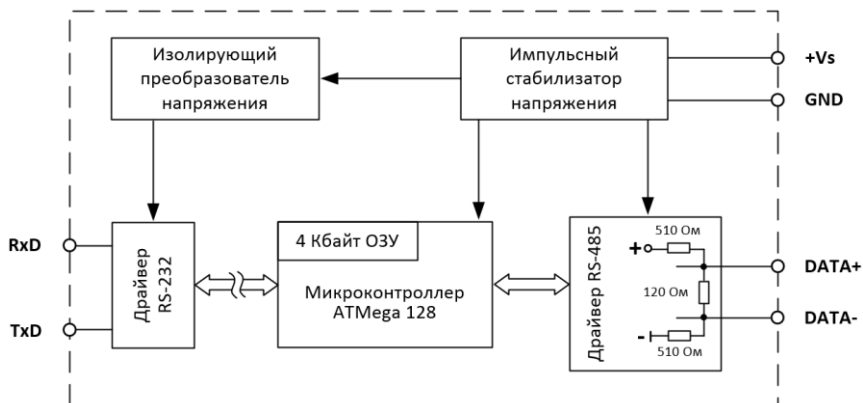
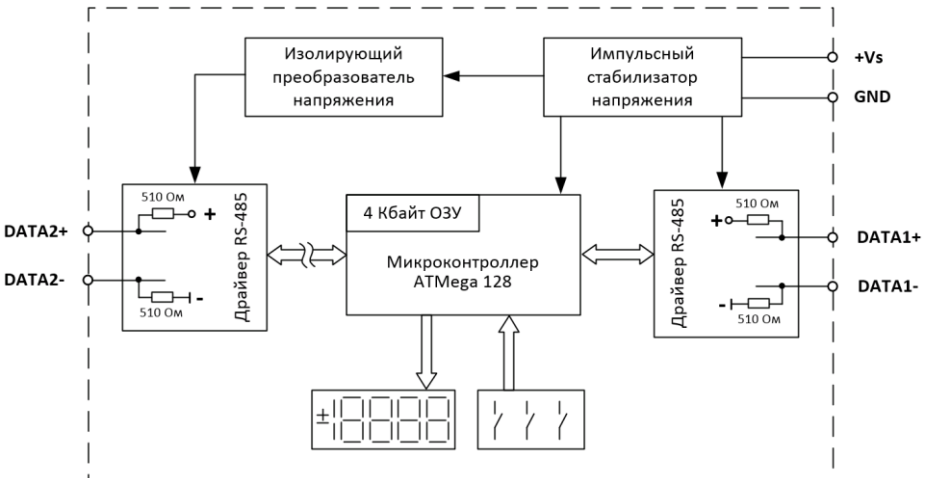

Рис. 3.1. Структурная схема модуля NLcon-1AT
Рис. 3.4. Структурная схема модуля NLcon-1AT2-D-3
Основной частью устройства (рис. 3.1 – рис. 3.4) является микроконтроллер, который выполняет загрузку и исполнение кода управляющей программы, написанной на языке высокого уровня в компьютере, а также общение с модулями ввода-вывода через порт RS-485.
13.02.2024	Обновлены структурные схемы модулей (см. рис. 3.1 - рис. 3.4); В табл. 1 обновлена информация о значении памяти данных SRAM для разных модификаций.